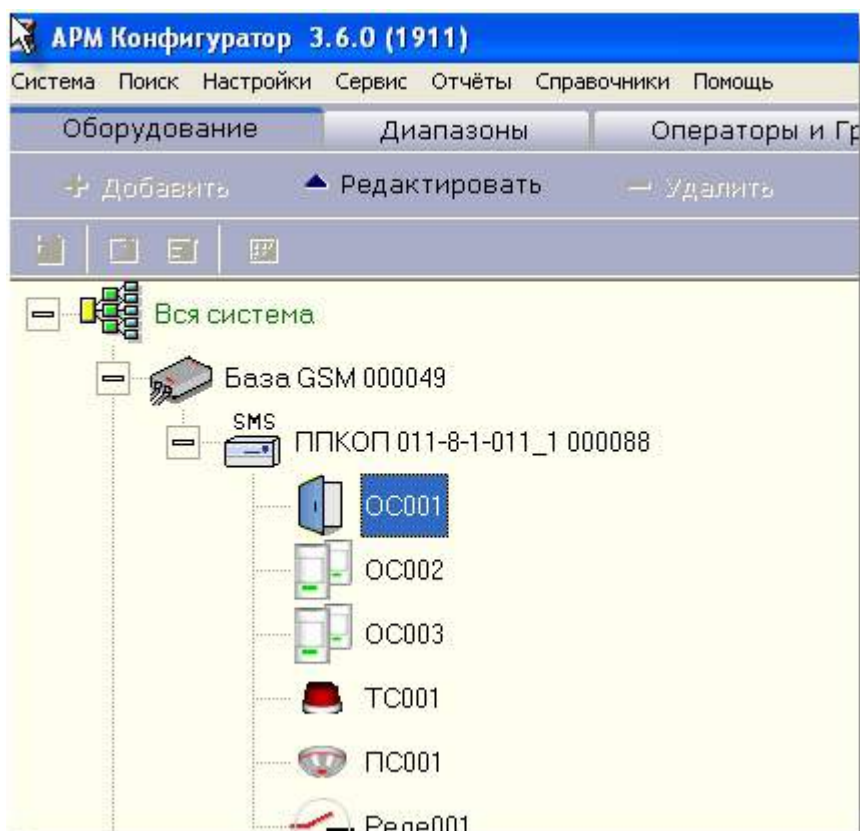

Рис. 20 Добавление приборов серии ППКОП-011 в АРМ Конфигураторе.
- 2) Описать прибор ППКОП-011 по следующей схеме: Вся система → База GSM → ППКОП 011-1 (ППКОП 011-01/ ППКОП 011-1 концентратор) (см. Рис. 20).